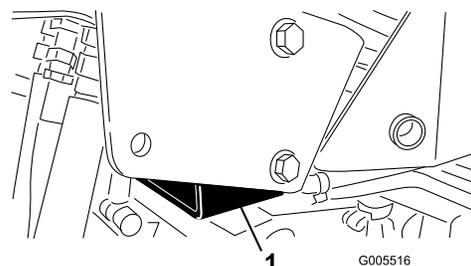

Figura 34
- Lado derecho—debajo del soporte del ROPS (sistema de protección anti-vuelco)(Figura 34)